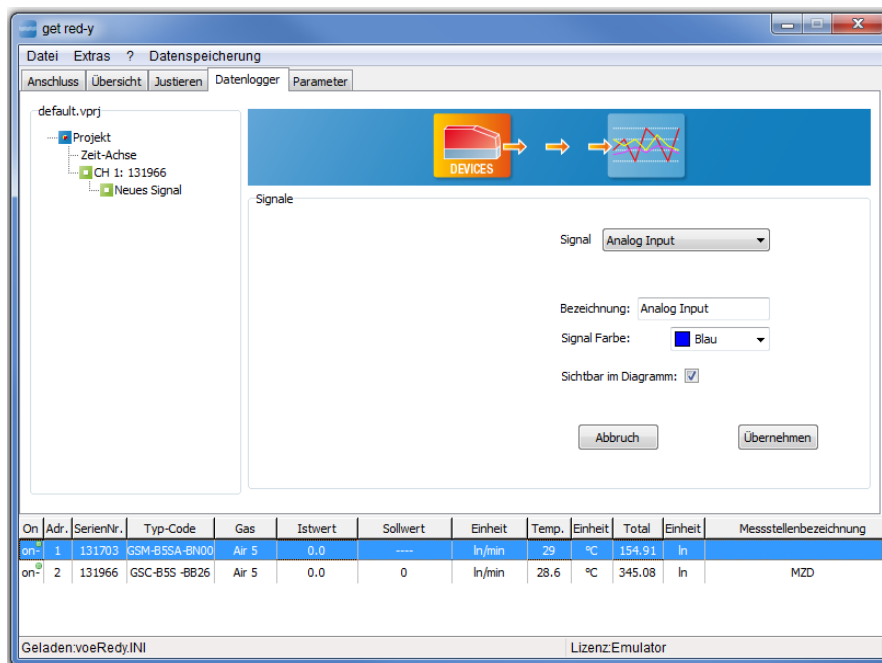

Abbildung 38: Signale können dem Kanal 131966 hinzugefügt werden
A. Verfügbare Kanäle: Hier werden alle verfügbaren Geräte (Kanäle) aufgelistet. Mit einem Doppelklick auf die Seriennummer oder durch klicken auf die Schaltfläche [Übernehmen] kommen Sie in ein neues Fenster wie in Abbildung 38.